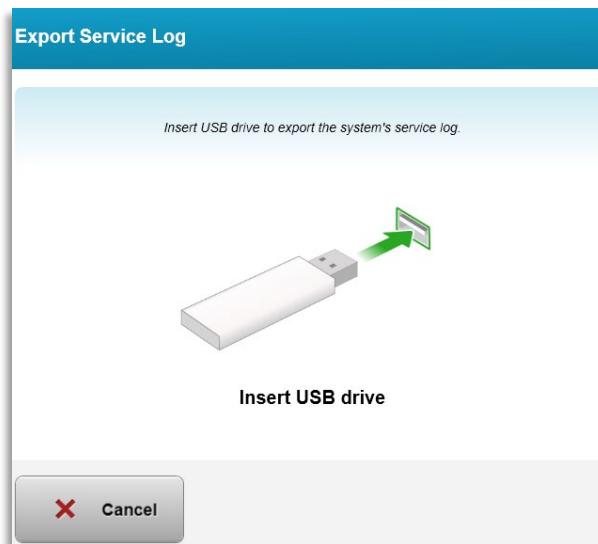

Figura 3-57. Exportar registo de serviço para USB
- Siga as instruções no ecrã para inserir uma pen USB na porta USB como mostrado na figura 3-57.